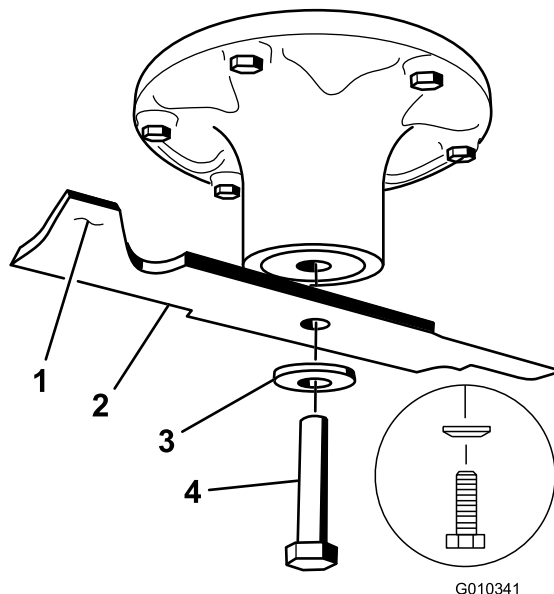

Figure 69
2. Enlevez de l'axe, le boulon, la rondelle bombée et la lame (Figure 69).